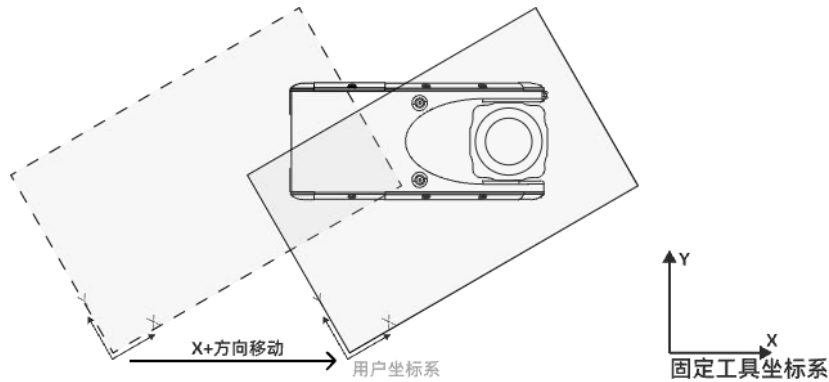

图 7.10.7
当机器人移动参考工具坐标系移动时，当按住 $x+$ 时工件被机器人抓取基于工具坐标系的 x 方向移动，如下图 7.10.7。
2. 在图 7.10.7 中，当我们指示机器人沿 $x+$ 方向移动时，从人眼视觉的角度观察，似乎是工件向着工具的 x 方向前进。然而，根据坐标系点位变化的描述来看，实际上是两个坐标系之间的相对距离在减小，这意味着空间中的描述点位数值是减少的。